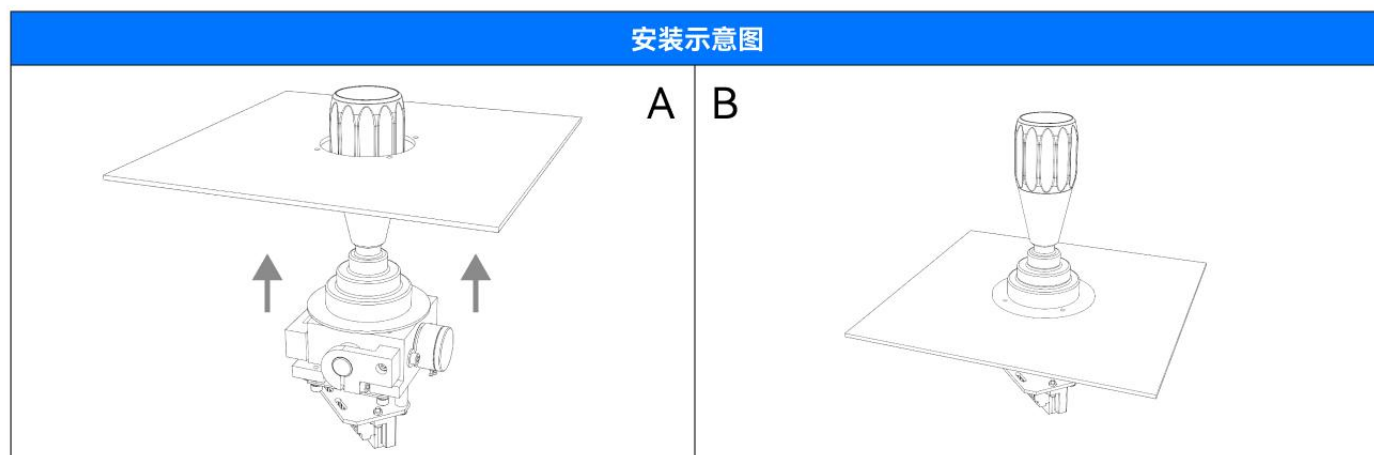

图3.1
1. 如图3.1，将图A产品主体从安装面下方往上穿入开孔，像图B固定于安装面上。